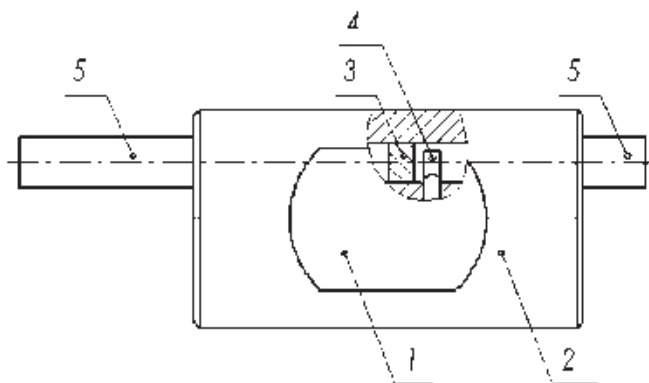

Рисунок 1. Устройство расходомера
Скважинный преобразователь (см. рисунок 1) состоит из корпуса (2), электронного блока (1), прямых участков (5) и проточной части. Проточная часть представляет собой